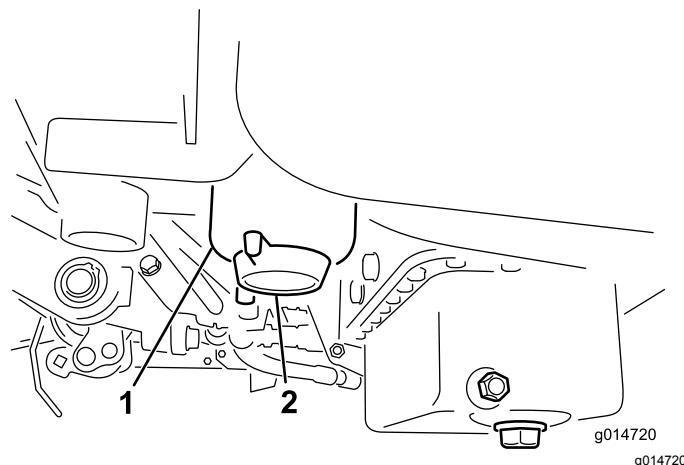

Figure 49
2. Nettoyez la surface autour des supports de la cartouche du filtre (Figure 49).
4. Ouvrez le robinet de vidange du filtre (Figure 49).